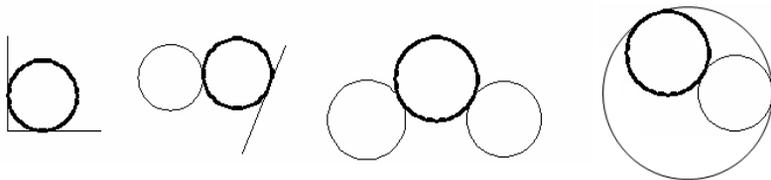

图 2-20 圆与另外两个对象相切
(1) 切点、切点、半径(T): 该方法通过先指定两个相切对象, 再给出半径的方法绘制圆。图 2-20 给出以“切点、切点、半径”方式绘制圆的各种情形 (加粗的圆为最后绘制的圆)。